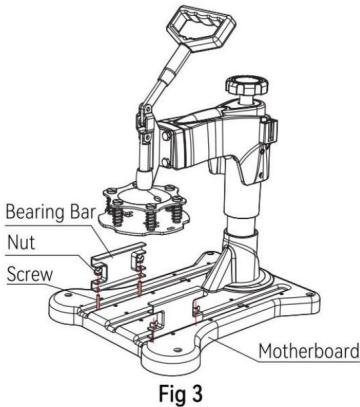

Fig 3
3. Gebruik 4 schroeven van onder naar boven, door de lagerbalk aan de achterkant van het achterpaneel, en zet deze vervolgens vast met handschroeven (zoals weergegeven in afbeelding 3).